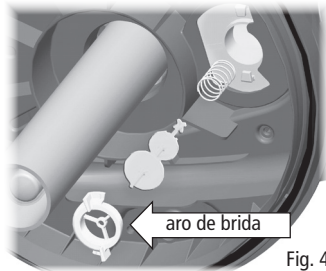
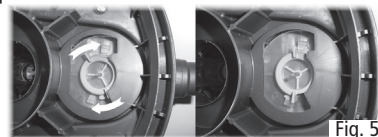

Fig. 4
Fig. 5
- Podrá acceder, entonces, a los filtros de esponja (M). Para extraerlos todos juntos, tome y levante la placa de soporte de la esponja filtrante interna (N).
- Libere los filtros de esponja (M) de la placa de soporte de la esponja (N) y enjuáguelos con agua del estanque o reemplácelos, según sea necesario.
- Enjuague los materiales filtrantes biológicos que se encuentran en la sección inferior de la caja del filtro (Q) con agua del estanque o reemplácelos, según sea necesario. El filtro Pressure-Flo 1000/3000 UVC no incluye una cámara para materiales filtrantes biológicos.
- Limpie la caja del filtro (Q) con agua, especialmente alrededor del borde superior donde se apoya la junta tórica para sellar la tapa (P).
- Si es necesario, limpie el indicador de limpieza (U) después de desmontarlo de la siguiente manera: (el selector de modo (V) debe colocarse en la posición "modo de filtración"): 1) para extraer el aro de brida, gírelo hacia la izquierda; 2) extraiga el indicador y su resorte. Enjuague todas las piezas y vuelva a ensamblarlas con cuidado (fig. 4 - fig. 5).